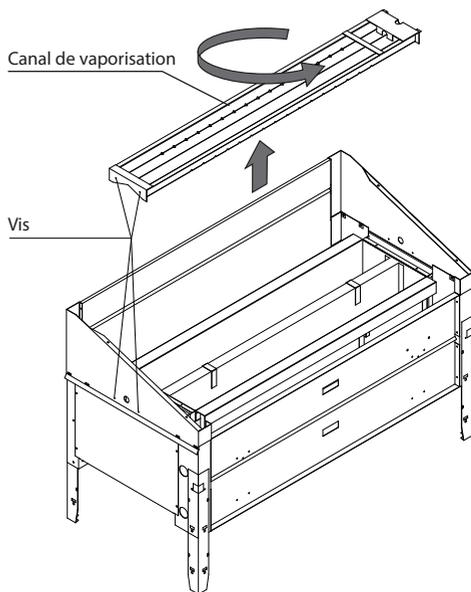

Fig. 5
- Détacher 4 vis sur la partie avant (voir fig. 5)